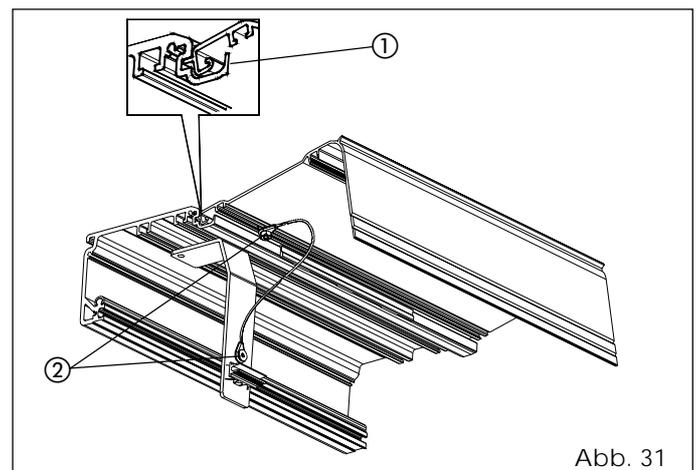

Abb. 31
- Die Abdeckung anheben, um sie offen zu halten, und zum Profil hin drücken, bis der Metallvorsprung in das Profil einrastet (Abb. 31 - Bez. ①).
- Die Kabel der Fallschutzvorrichtung an der Abdeckung und an den Bügeln zur Befestigung der Abdeckung gemäß Abb. 31 - Bez. ② befestigen.